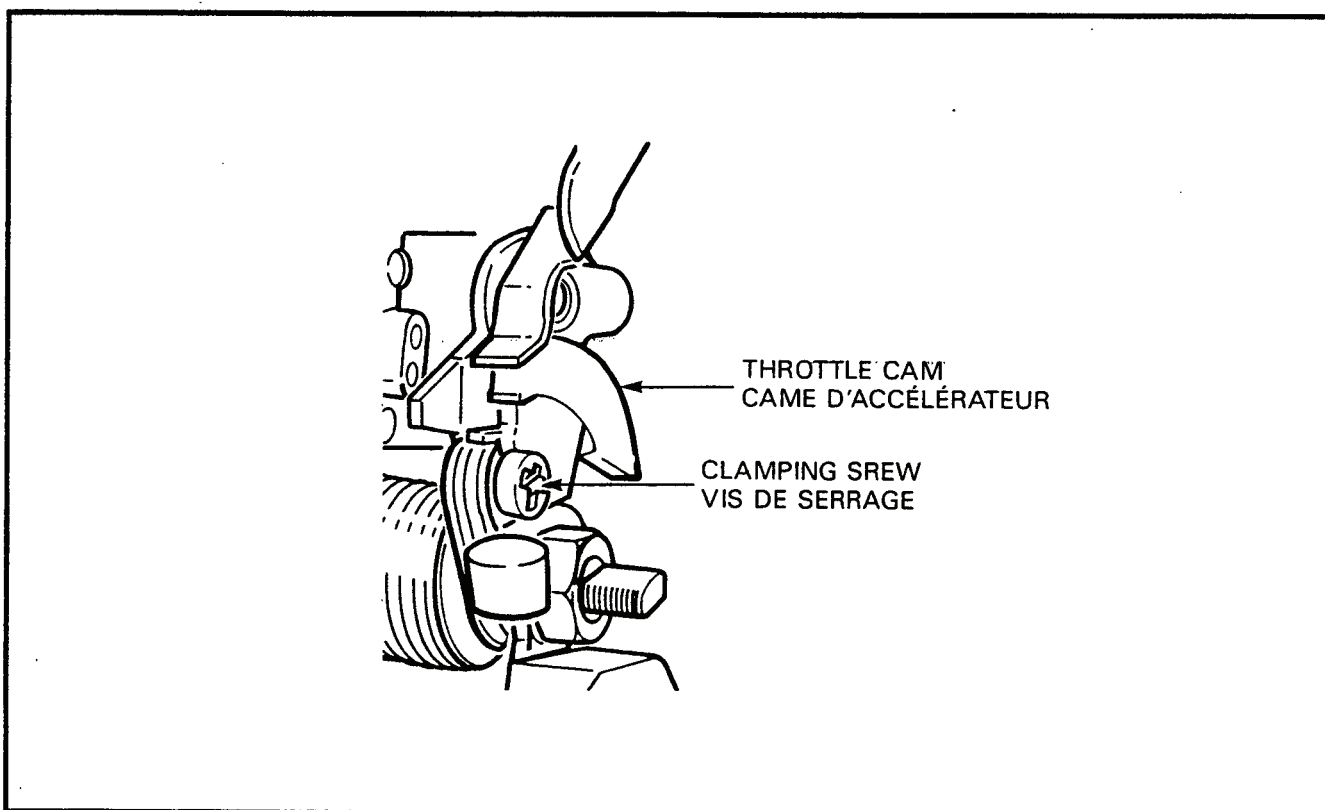

Figure 2-1-9 Carburetor Throttle Cam
- (8) If the fuel collected is not within the specific limits, loosen the clamping screw on the throttle cam and turn the cam clockwise to increase the fuel injection capacity or counter-clockwise to decrease injection capacity, see Figure 2-1-9. Tighten the clamping screw.
- (8) Si la quantité de carburant recueilli ne rencontre pas les limites prescrites, desserrer la vis de serrage de la came d'accélérateur, et tourner la came dans le sens horaire pour augmenter l'injection ou dans le sens antihoraire pour la réduire, voir figure 2-1-9. Serrer la vis de serrage.